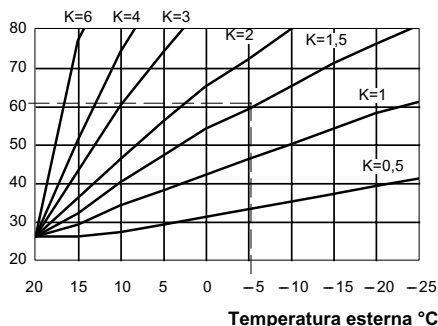

Figura 5.38
Quando si installa la sonda esterna bisogna impostare questo parametro in base al rendimento dell'impianto di riscaldamento per ottimizzare la temperatura di mandata (Figura 5.38).
Es. Per avere una temperatura di mandata all'impianto di riscaldamento di 60°C con una esterna di -5 °C si deve settare un K di 1,5 (linea tratteggiata in Figura 5.38).
- Per settare il coefficiente K, determinato dalla Figura 5.38 bisogna entrare in programmazione premendo per 15 secondi il pulsante di ripristino 4, in Figura 5.39 fino alla comparsa del parametro P01 sul display LCD; sul display LCD compare la seguente visualizzazione (la sequenza P01 si alterna --- --).
K in Figura 5.38